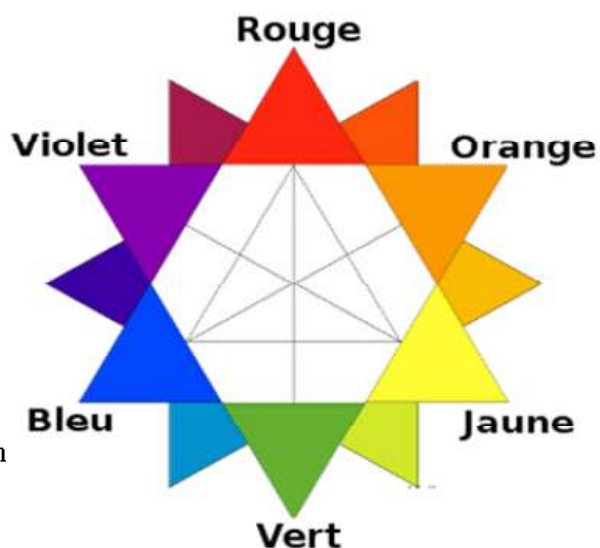

figure 2
**Figure 2 :** Avec l'étoile d'Oswald (ou cercle chromatique), on peut associer rapidement couleurs dominante d'une solution (notée (1) ) et domaine de couleur des radiations absorbées par cette solution (noté (2) )